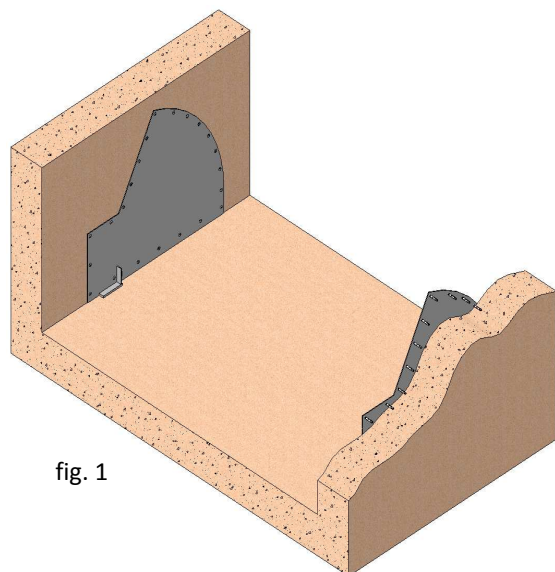

fig. 1
- Après avoir vérifié que l'état de l'ensemble est correct et que la largeur du canal répond aux mesures indiquées, il faudra procéder à la mise en place des plaques du guidage latéral du corps à leur emplacement (fig. 1). Placer chaque plaque sur chaque face du canal, une en face de l'autre, en s'assurant qu'elles restent parfaitement alignées.